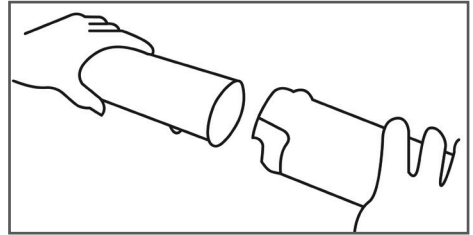

Рис. 4 Установка трубы А
4. Установить напорную трубу А на напорную трубу В (см. Рис. 4).